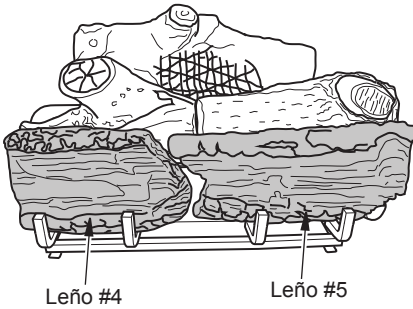

Figura 21 - Instalación Leños #4 y #5
3. Coloque el leño #4 y #5 log en el soporte de la rejilla frontal (vea la Figura 21, en la página 53).